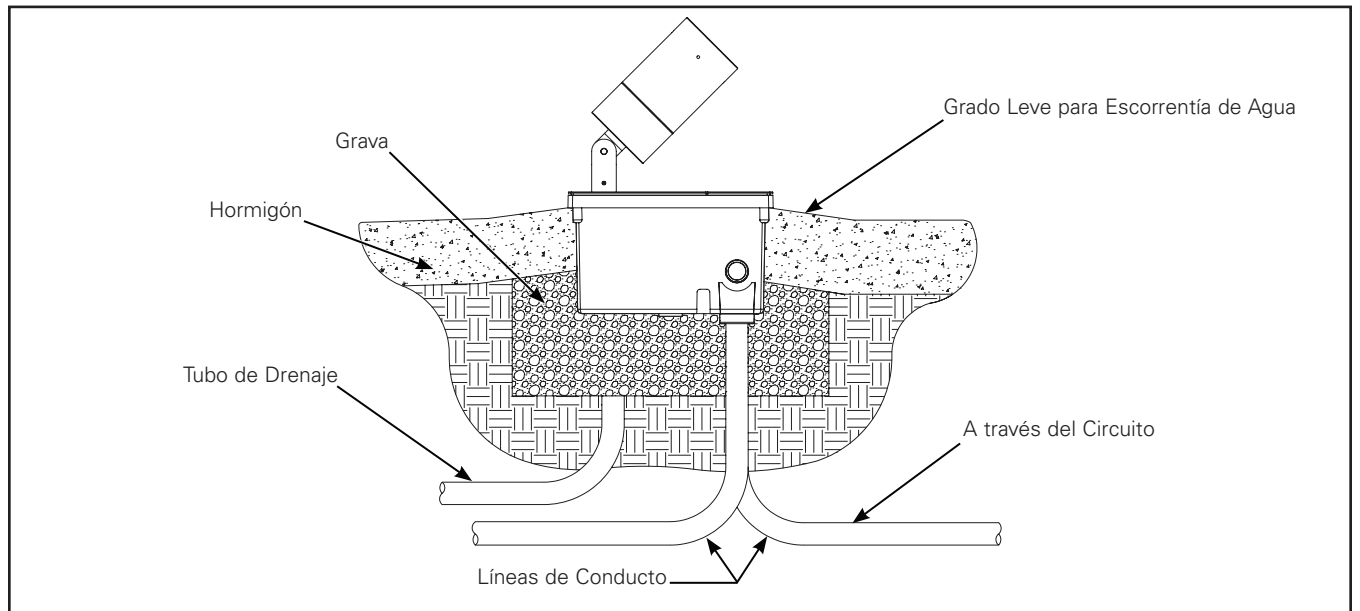

Figura 3.
- No coloques el contenedor en el suelo en áreas bajas u otras áreas donde el agua se pueda acumular y permanecer durante largos períodos de tiempo. (Figura 3.)